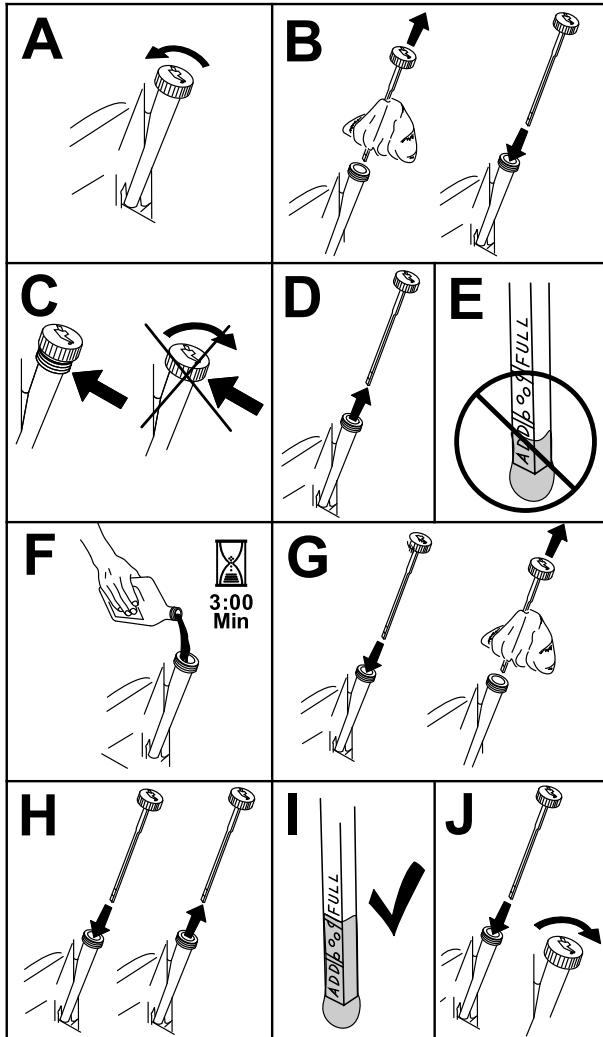

Figure 16
3. Pour éviter de faire tomber de l'herbe, de la poussière, etc., dans le moteur, nettoyez la surface autour du bouchon de remplissage d'huile et de la jauge avant de la retirer (Figure 16).